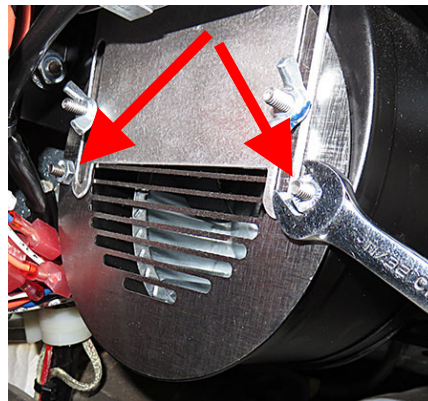

図9
12. 11/32"オープンエンドレンチを使用して、グリルに取り付けられている2つのナットを取り外して、ブLOWERからブLOWERグリルを取り外します（図9を参照）。これにより、ブLOWERの左側の2つのナットにアクセスできます。